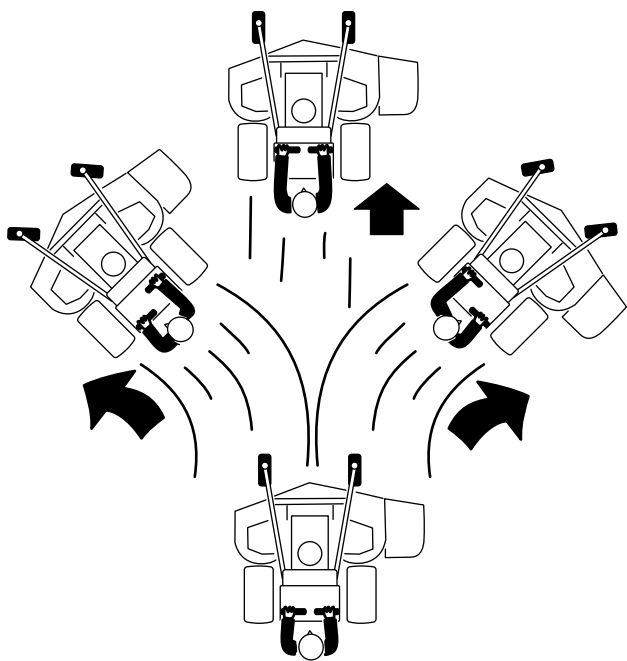

Bild 15
3. Drücken Sie die Fahrtriebshebel langsam nach vorn (Bild 15).